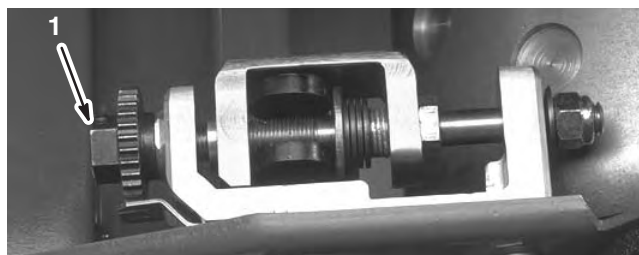
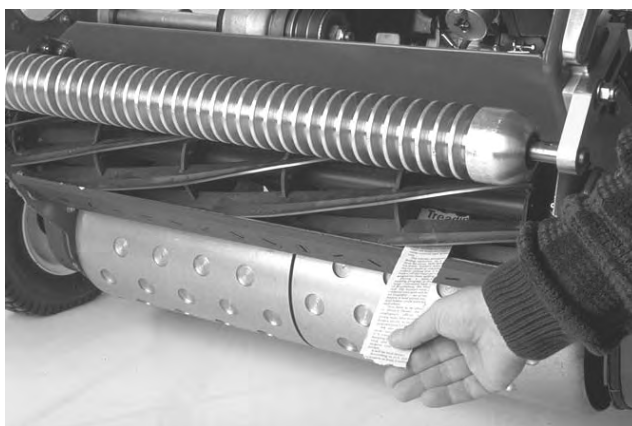

Figure 10
Figure 12
2. Supprimez tout contact avec le cylindre en tournant les vis de réglage de la barre d'appui dans le sens anti-horaire (Fig. 10 ou 11).
4. À une extrémité de l'avant du cylindre, insérez une longue bande de papier journal entre le cylindre et la contre-lame (Fig. 12). Tournez le cylindre lentement en avant tout en tournant la vis de réglage de la barre d'appui dans le sens horaire (du même côté du cylindre), un cran à la fois, jusqu'à ce que papier soit légèrement pincé lorsqu'il est inséré par l'avant, parallèlement à la contre-lame et résiste donc légèrement quand vous tirez dessus (Fig. 10 ou 11).
6. Vérifiez ensuite si le cylindre peut saisir le morceau de papier inséré par l'avant et le couper lorsqu'il est inséré perpendiculairement à la contre-lame (Fig. 12). Normalement, le papier doit être coupé avec un minimum de contact entre la contre-lame et les lames du cylindre. Si le cylindre semble frotter de façon excessive (plus de 0,79 m), rondez ou affûtez les lames pour obtenir les bords tranchants nécessaires à une tonte de précision (voir le manuel d'affûtage des cylindres Toro).